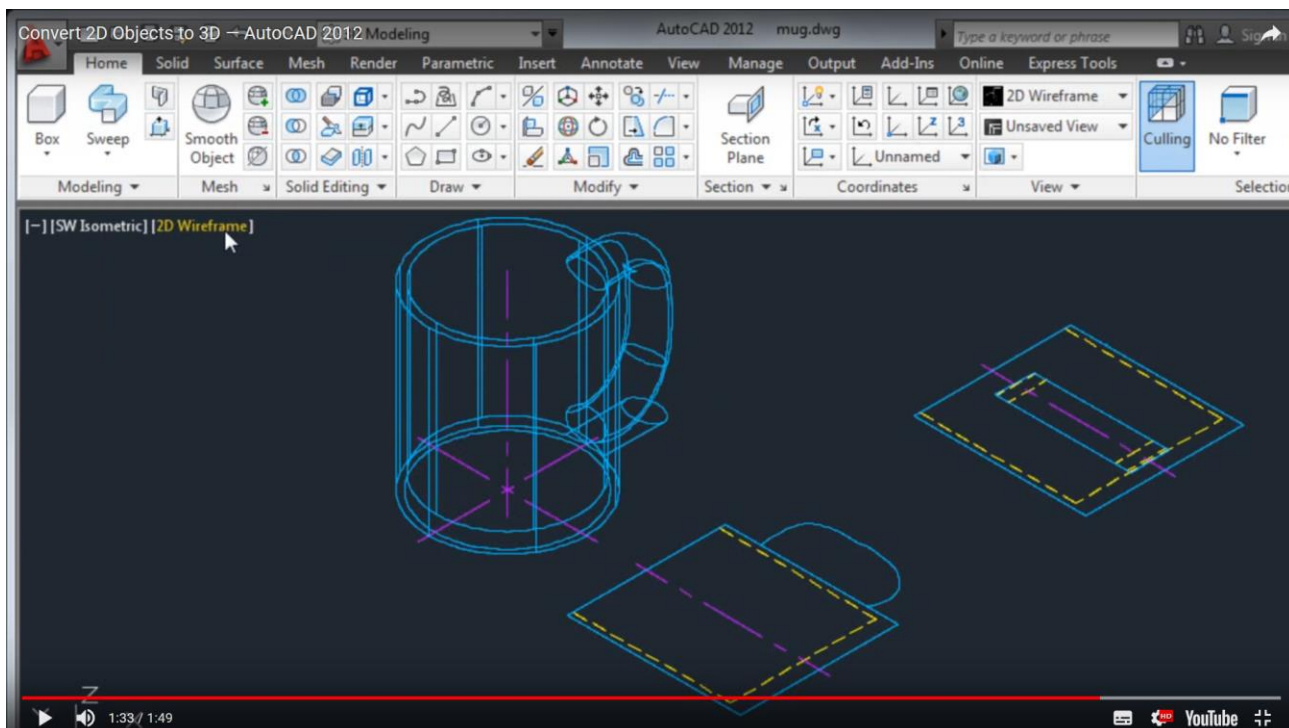

Рис. 6. Кружка с ручкой
6. 3d изображение ручки (рис. 6) получают за счет использования команды Сдвиг (Sweep).